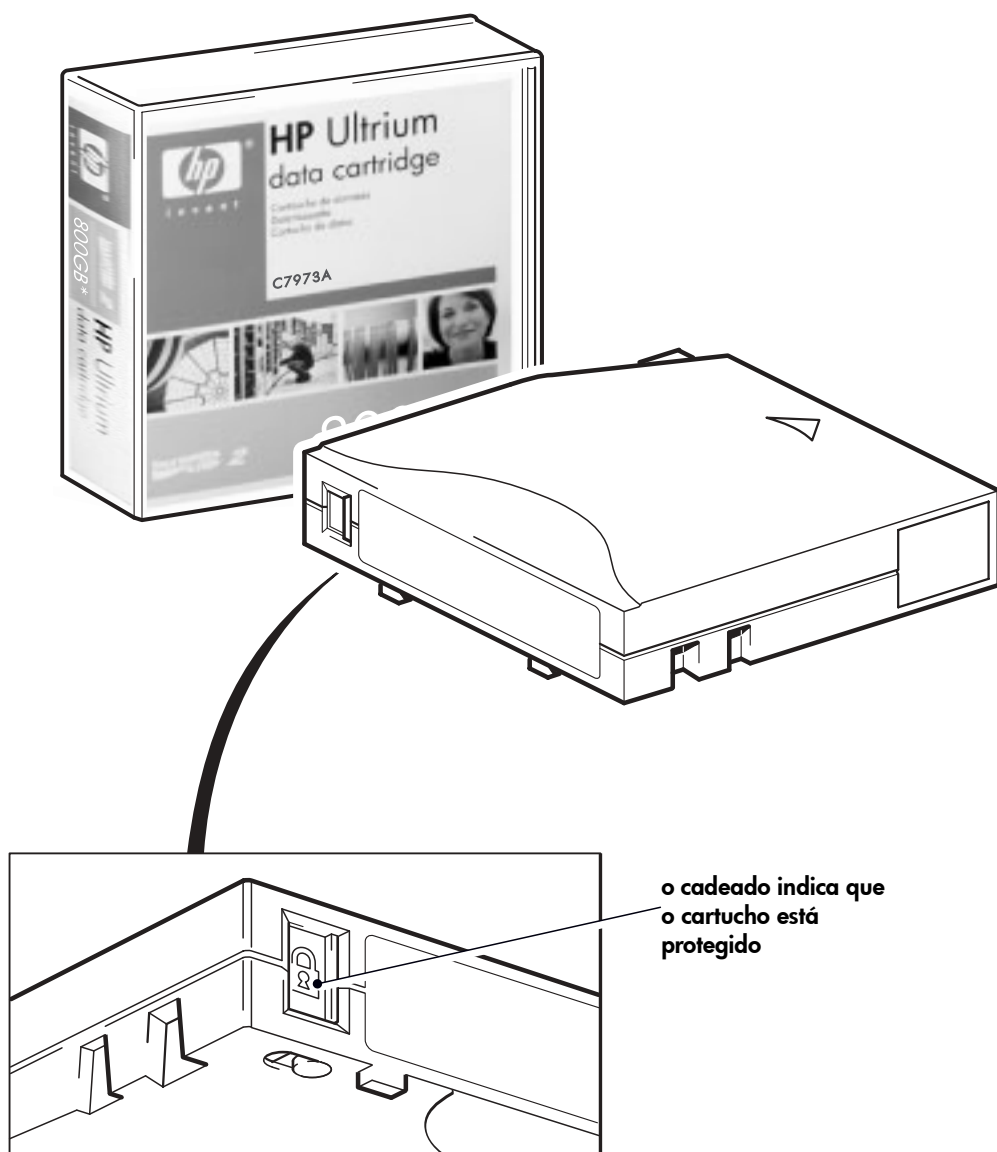

Figura 8: proteger cartuchos contra gravação
- Para habilitar um cartucho contra gravação e permitir que dados sejam salvos, empurre a chave para a esquerda. A Figura 8 mostra o local da chave de proteção contra gravação.